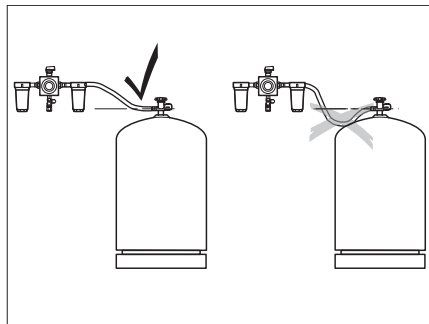

Bild 83 Verlegen der Hochdruckschläuche
- ▷ Beim Verlegen der Hochdruckschläuche darauf achten, dass die Schläuche stetig steigen (Bild 83).